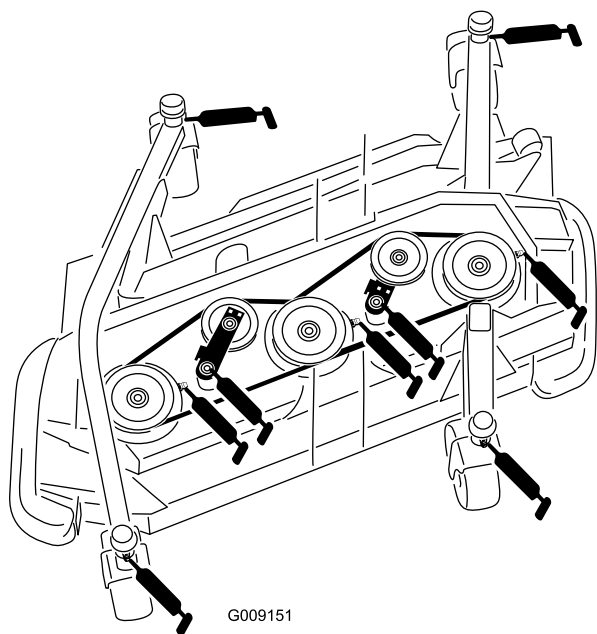

Figura 85
- 4 casquilhos de eixo da forquilha da roda giratória (Figura 85)
- 3 rolamentos do eixo (localizados na cobertura do eixo), conforme se mostra na Figura 85
- 2 casquilhos da articulação do braço intermédio (localizados no eixo da articulação intermédia), conforme se mostra na Figura 85